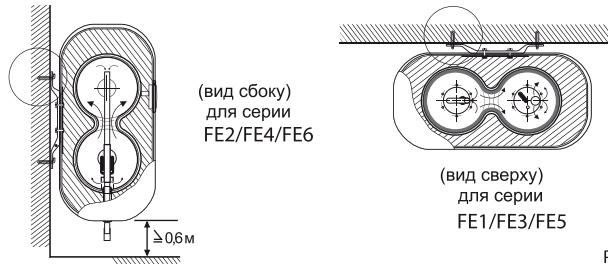

Рис. 7
1. После того, как вы выбрали правильное место установки водонагревателя, определите точки для отверстий под распорные болты с крюками (определяются в соответствии со спецификацией прибора, который Вы приобрели). Просверлите в стене два отверстия соответствующей глубины с использованием сверла, подходящего по размеру под распорные болты, прилагаемые к водонагревателю, вставьте винты, поверните крюк вверх, плотно затяните гайки и затем повесьте электрический водонагреватель на эти крюки (см. Рис.7 и 8)